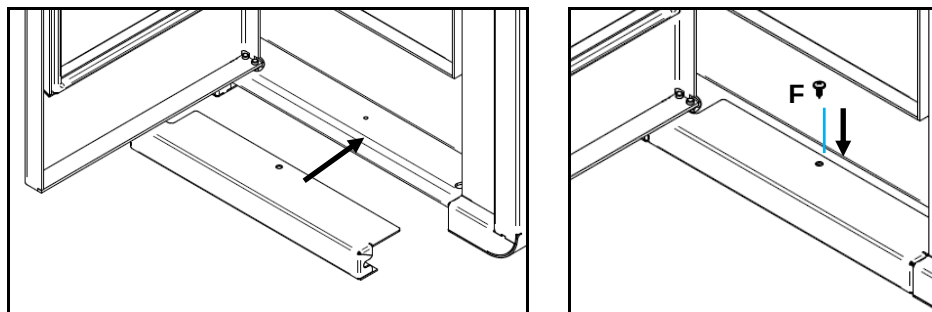

Figura 44 - Fijación de la pieza inferior Olive
l) Finalmente, fijar la parte inferior del equipo como se muestra en la Figura 44, abriendo la puerta y colocar la pieza de remate inferior en la base, alineando los agujeros del juego con el equipo y luego fíjelo con un tornillo **F** (DIN 7981 4,2 x 13) o tornillo (ISO 3780 M5x12).